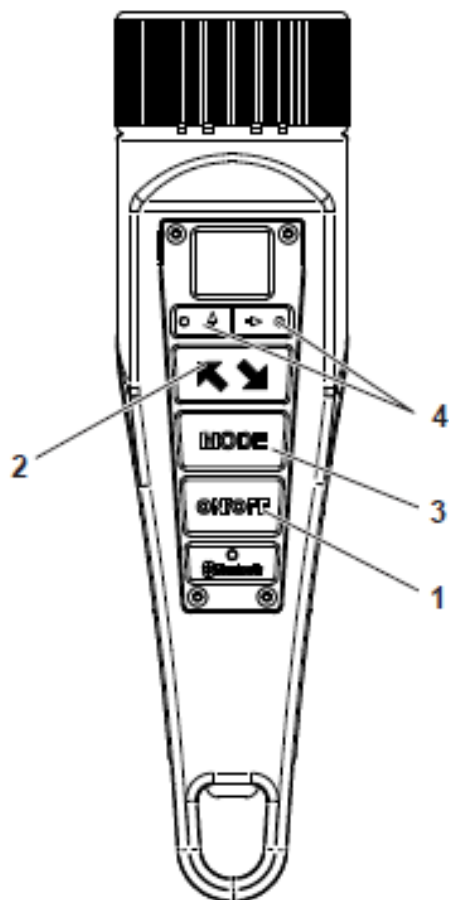

Fig. 45
**Slå på (ref. bild 45)** - Ställ huvudströmbrytaren i läge 1, tryck på **PÅ/AV-knappen (1)** för att aktivera den hydrauliska styrenheten och lampan tänds.
**Välja plattans rörelse** - Tryck på **MODE knappen (3)** för att välja önskad tvärs, längsgående eller skev typ av rörelse.